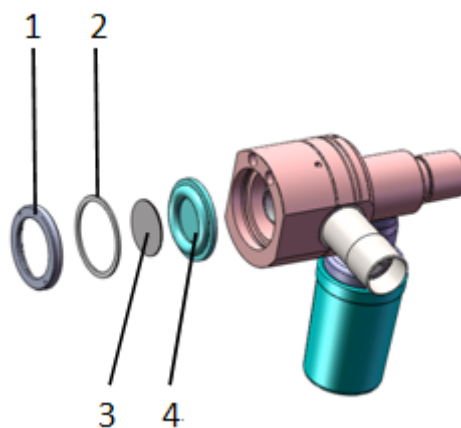

Figura 8-9
- Remova a tampa da válvula de segurança (1 na Figura 8-9) e a gaxeta (2 na Figura 8-9);
- d. Remova a placa de escala (3 na Figura 8-9) e o diafragma (4 na Figura 8-9);